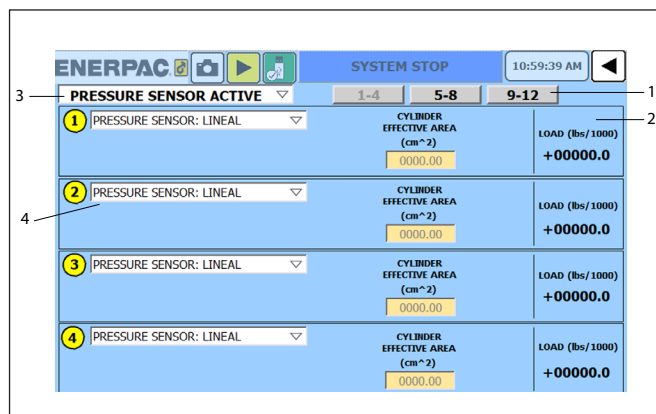

Figura 24: Vista detallada de la pantalla Sensor de carga del cilindro
- Sensor de presión lineal: Otra forma de medir el peso de la carga es a través de sensores de presión. Para realizar el cálculo se requiere el área efectiva del cilindro. Consulte la Figura 24 para obtener una vista detallada de este modo.